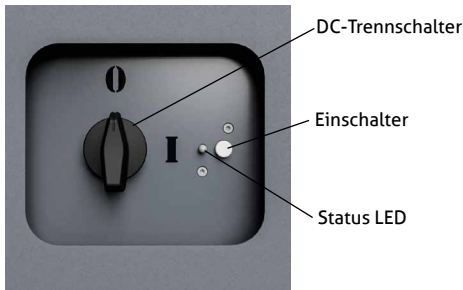

Abb. 36: DC-Trennschalter des MAX.STORAGE Ultimate ausgeschaltet
1. Schalten Sie den externen DC-Trennschalter in Position „0“ (siehe Abb. 36).